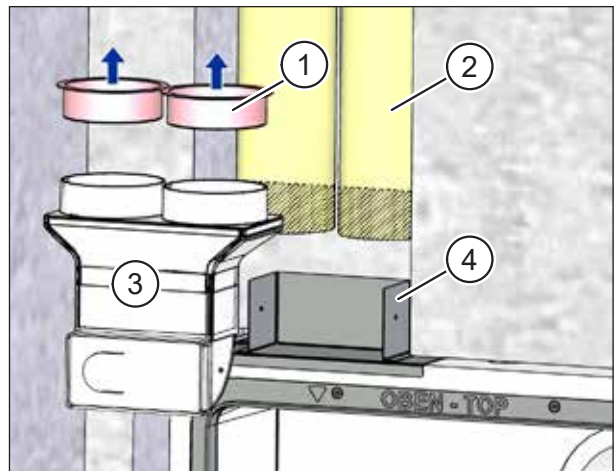

Abb. 22: Flexrohre ablängen
- ▶ Entfernen Sie die roten Schutzdeckel (Pos. 1 in Abb. 22) auf dem Flexrohranschluss (Pos. 3 in Abb. 22).
- ▶ Kürzen Sie die Flexrohre (Pos. 2 in Abb. 22) so weit, dass sich der Flexrohranschluss (Pos. 3 in Abb. 22) mit den eingesetzten Flexrohren leicht in die Fixierplatte (Pos. 4 in Abb. 22) einschieben lässt.